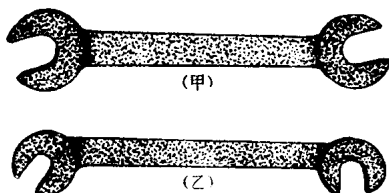

图9 开口扳手
1. 开口扳手：有双头和单头的两种，用来拆装一般的螺栓；为了在受限制的位置中便利工作起见，扳手的开口和它的本体常具有一个不同的角度（如图 9），通常是15度、45度或90度角，借以增加扳手的旋转度。